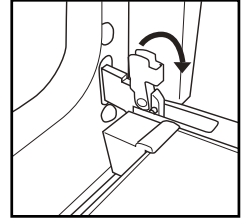

Fig. 1
2. Soulevez les loquets en les poussant au maximum vers l'avant (fig.1).